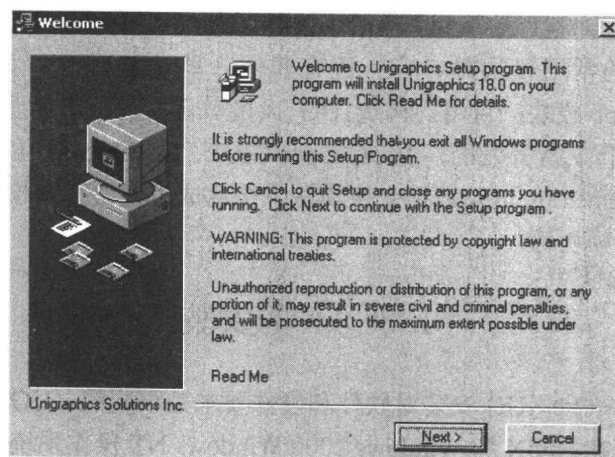

图 1.1 Welcome 对话框
2. 此时系统会首先出现如图 1.1 所示的安装界面，接着点击“Next”按钮。